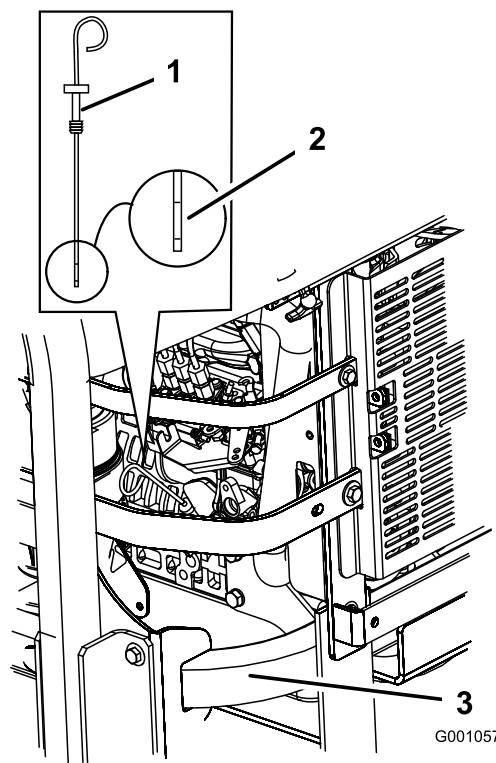

Figure 43
3. Nettoyez la surface autour de la jauge d'huile (Figure 43) pour éviter que des impuretés ne s'introduisent dans le goulot de remplissage, ce qui risquerait d'endommager le moteur.
4. Sortez la jauge d'huile et essuyez soigneusement l'extrémité métallique (Figure 43).
5. Enfoncez la jauge complètement dans le goulot de remplissage. Ressortez la jauge et examinez l'extrémité métallique (Figure 43). Si le niveau est bas, versez lentement une quantité d'huile suffisante dans le trou de remplissage pour amener le niveau au repère du plein.